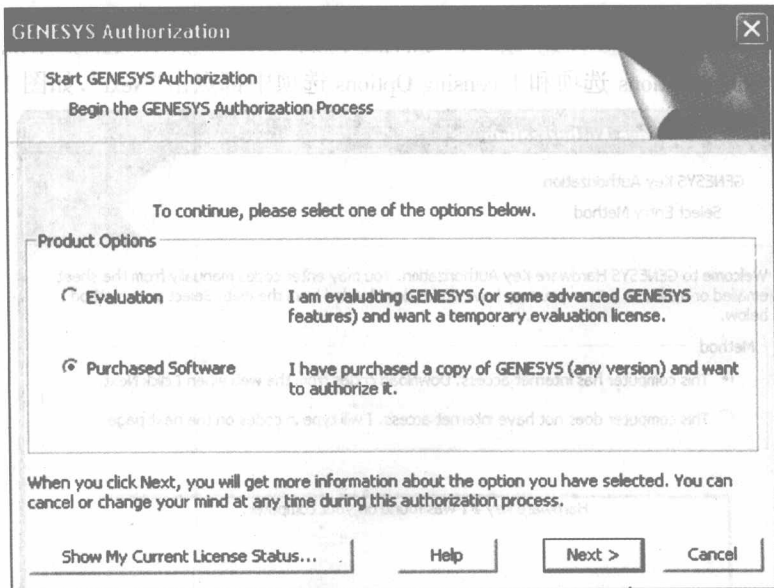

图 1.2 Genesys 软件安装授权示意图 1
(1) 在管理员账户下运行 Genesys。
(2) 对 Product Options 选项,点击“Purchased Software”,然后点击“Next”,如图 1.2 所示。